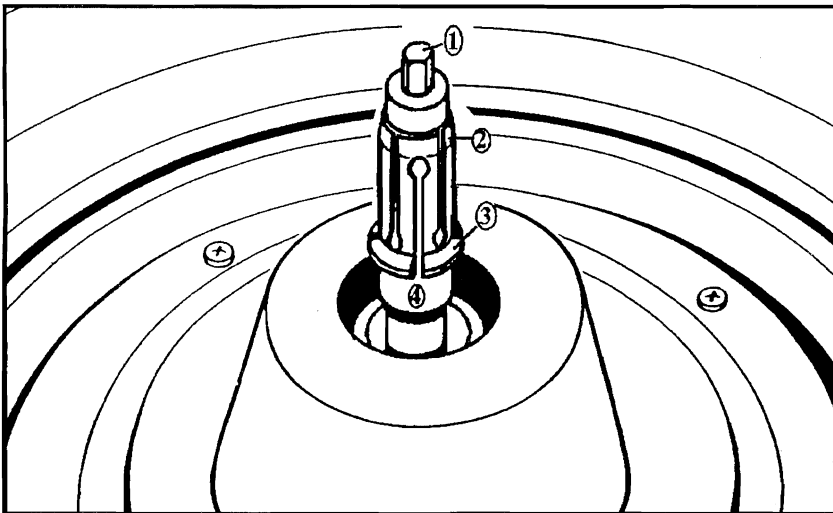

Fig.3
Colocar el rotor completamente sobre el cuello (3) de las pinzas de sujeción y fijar el tornillo hexagonal (1) (véase Fig. 3) sirviéndose de la llave de enchufe de tubo de 6 mm (o bien 10 mm para **MEGAFUGE 3.0R**) en el sentido de las agujas del reloj. Durante esta operación, las pinzas de sujeción abren y fijan el rotor al árbol de accionamiento.